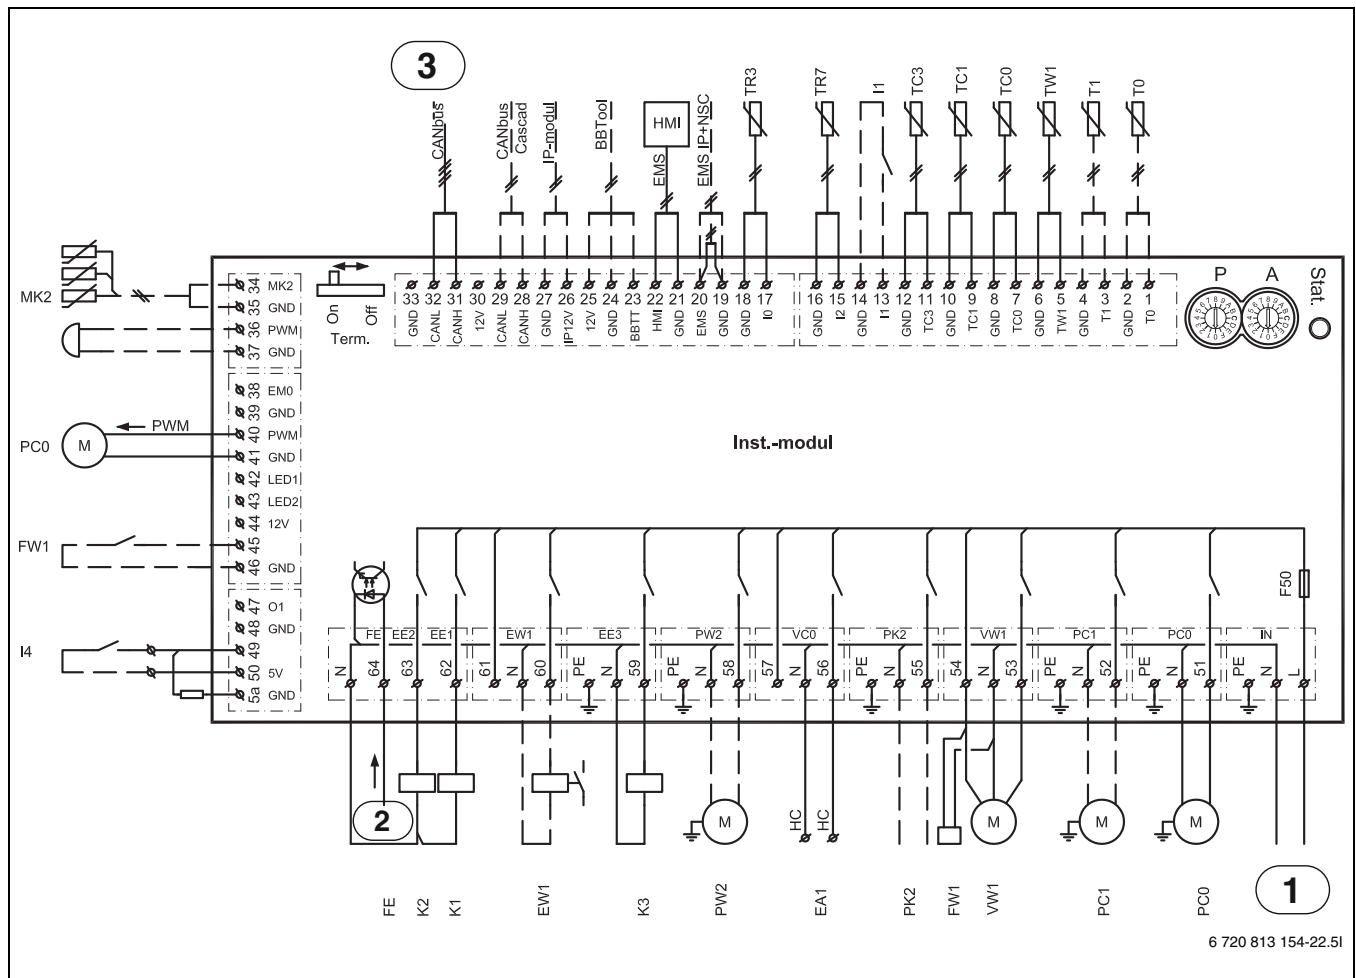

Fig. 35 Kablingsskjema installasjonsmodul
- [1] Driftsspenning installasjonsmodul ([1] fig. 35)
- [2] Alarmutgang elektrokolbe ([2] fig. 35)
- [1] Driftsspennings installasjonsmodul ([1] fig. 35)